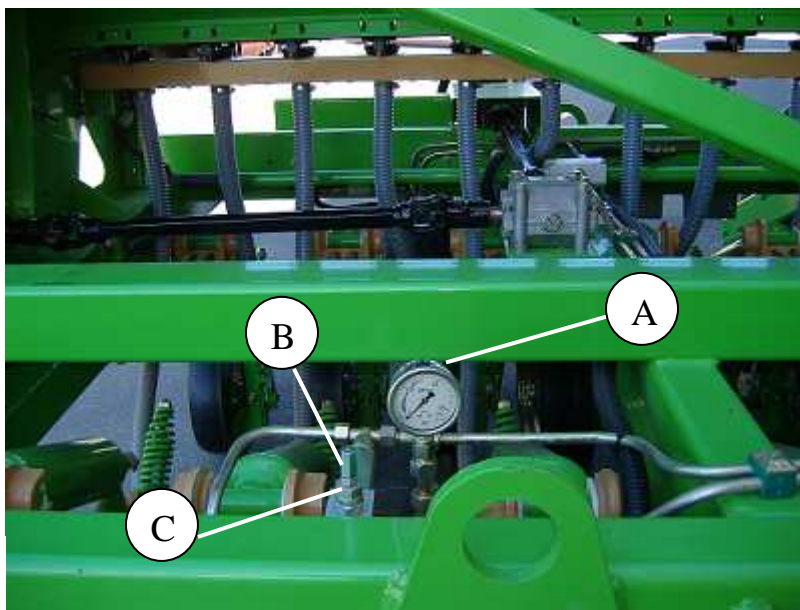

Fig. 07-03
cilindros hasta que estos toquen en los usillos, mantener la palanca del tractor tirando y acelerar, estando pendiente del indicador de presión (A) de la máquina, Fig. 07-03 para que esta no sobrepase los **OCHENTA BAR DE PRESIÓN**. En caso de sobrepasar estos valores, proceder a realizar las siguientes operaciones: